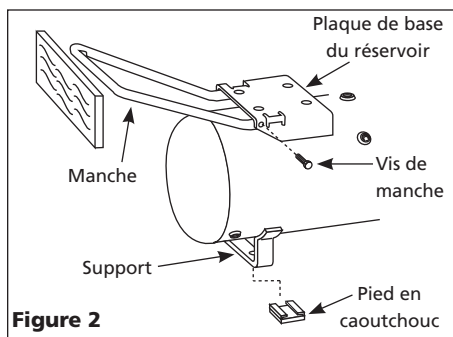

Figure 2
2. Introduire le manche dans les deux bords de la plaque de base du réservoir. Serrer le manche afin qu'il s'ajuste dans les ouvertures spéciales dans la plaque de base (Voir Figure 2).